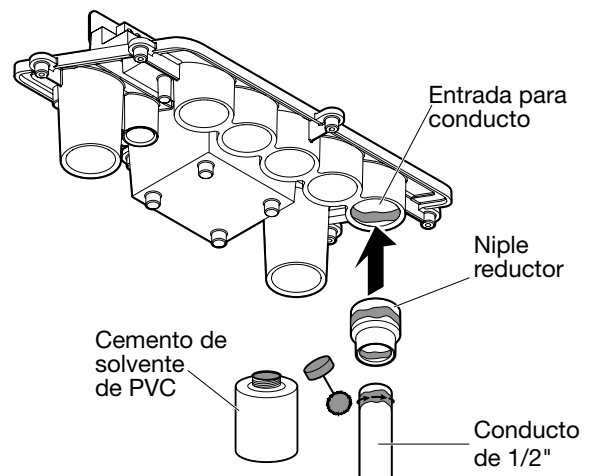

FIG. 7. Uso de un conducto de 1/2"
c. Para conductos de 1/2" (Consulte FIG. 7):